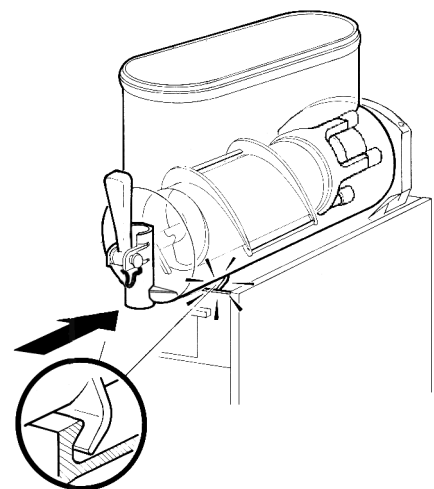

figure 14
**7** Monter le réservoir et le pousser vers la paroi postérieure, en s'assurant qu'il s'adapte parfaitement au joint et que, en même temps, ses crochets inférieurs soient engagés dans les saillies prévues à cet effet sur le plan égouttoir (voir figure 14).